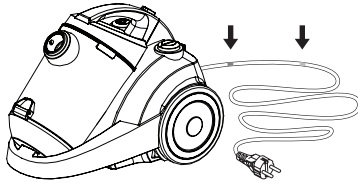

Figura 4
5. El cable lleva una marca amarilla y otra roja, véase la figura 4. Desenrolle el cable hasta alcanzar la marca amarilla.